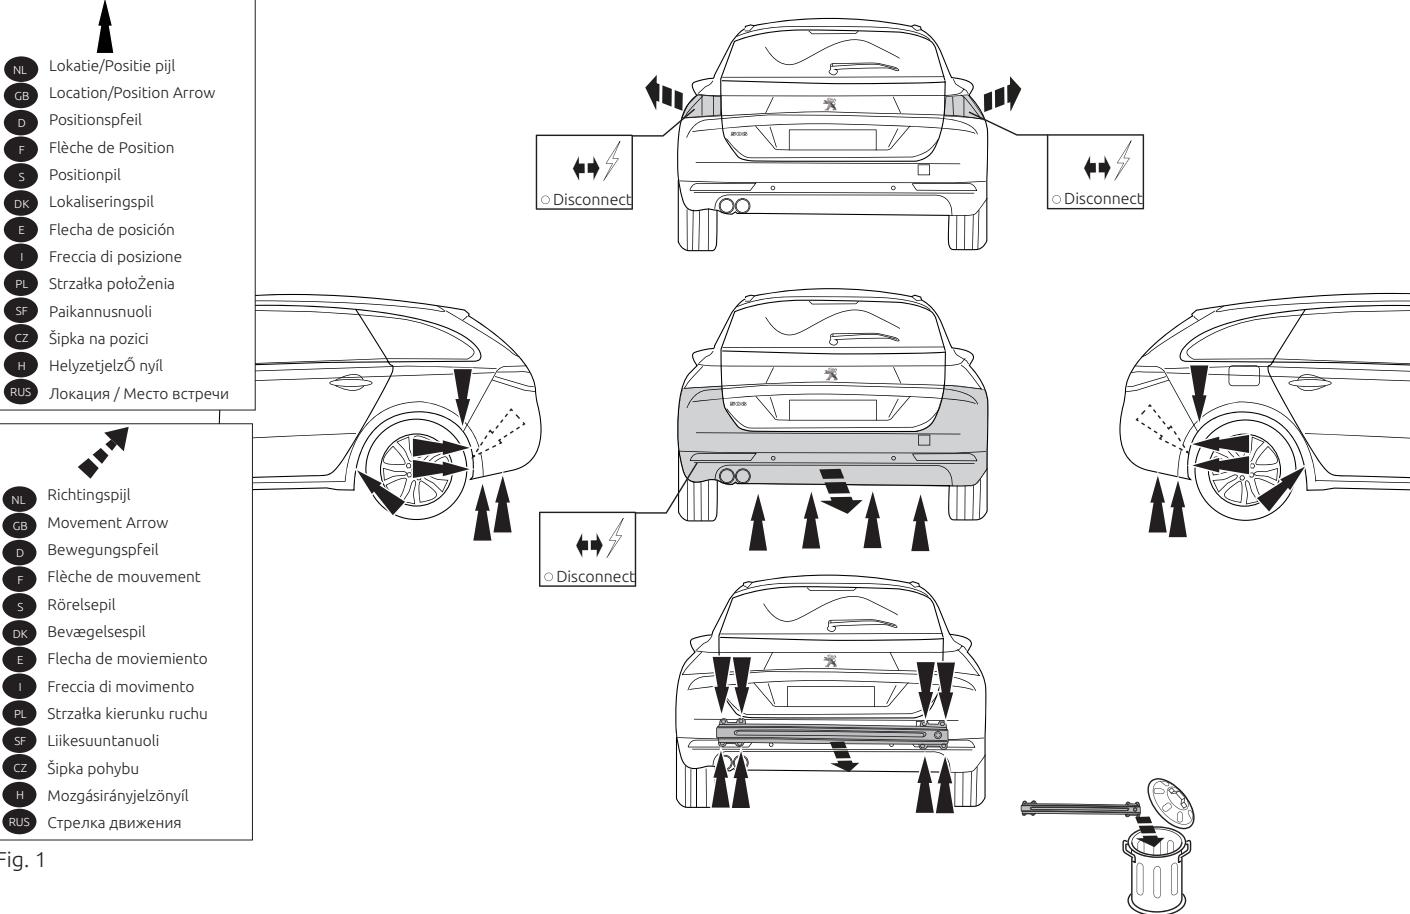

Fig. 1
1. Снять оба блока задних фар. Снять бампер вместе со буферным бруском автомобиля. Буферный брус больше не понадобится. См. рисунок 1.
7. Герметизировать обозначенные части (см. рис. 1)